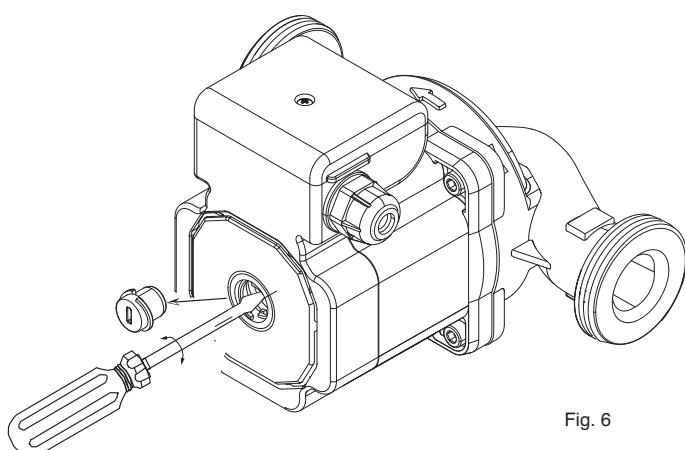

Fig. 6
- Ta bort avluftningspluggen och rotera axeln med en skravmejsel (fig. 6);
Om pumpen ej används under en längre tid så skall kontroll av att axeln roterar fritt göras enligt (fig. 6).
- 拆下放气堵，用螺丝刀转动泵轴（图6）；
如果长期不用，设备重新起动前，确认泵轴没有阻塞（图6）。